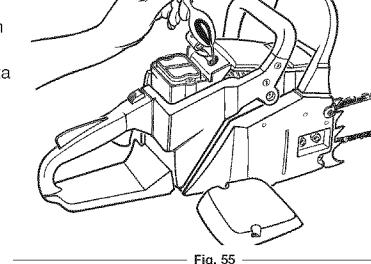

Fig. 54
- Si tiene que sacar la suciedad de las aletas del cilindro regularmente para reducir el riesgo de daño a la unidad y lesiones personales debido a incendio. Utilice aire comprimido, a 40 lb/pulg2 o menos, para soplar la suciedad que haya en las aletas del cilindro (Fig. 54). Al limpiar las aletas del cilindro con aire comprimido, use siempre espejuelos o gafas de seguridad. Utilice un cepillo pequeño de alambre para los residuos que sean difíciles de sacar. No use agua ni disolventes en las aletas del cilindro. Si después de limpiar, aún queda una cantidad considerable de suciedad, haga que un distribuidor de servicio autorizado limpie las aletas del cilindro.